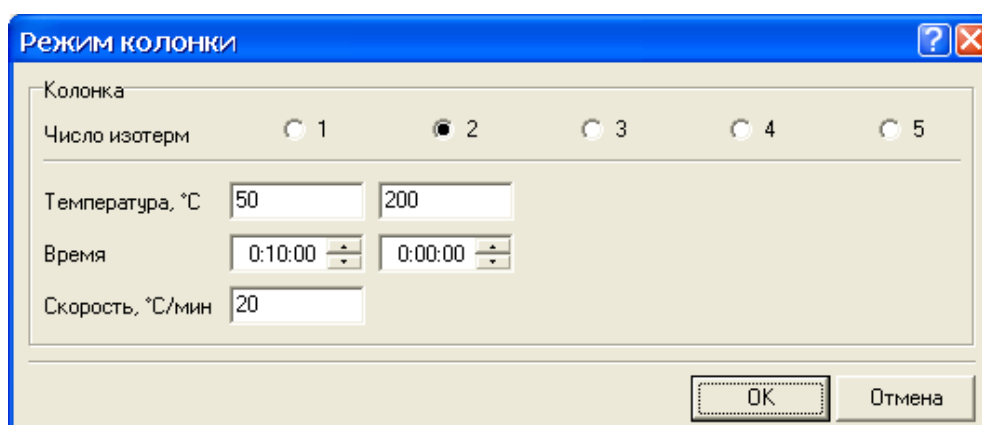

Рисунок 2.64. Диалог “Программирование температуры”
- При необходимости задания программирования температуры колонки, установите флажок слева от заблокированной кнопки **Колонка**. Далее нажмите кнопку и в открывшемся диалоге **Режим колонки** (рисунок 2.64) задайте параметры программирования.